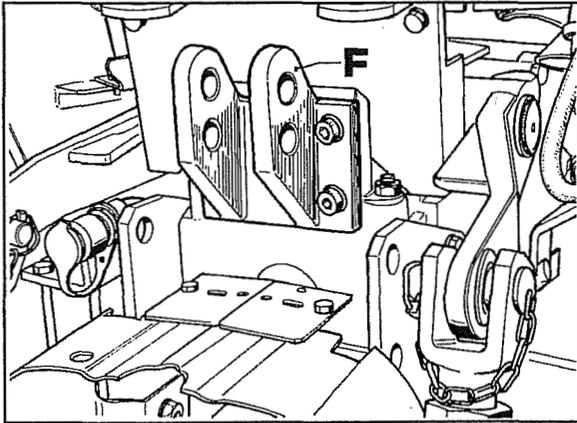

Fig. 7
3. Pour arriver à cet interrupteur il faut enlever le 3^e point d'attelage F fig.7.